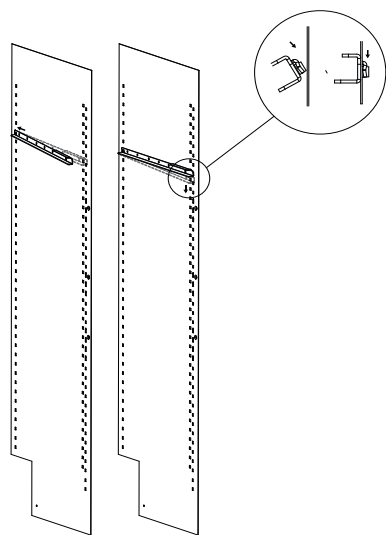
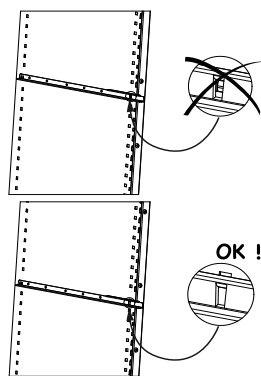

Abbildung 1
Abbildung 2
1. Schieben Sie 2 Führungsschienen in die hierfür vorgesehenen Führungsleisten. Platzieren Sie für jedes Regal eine Schiene rechts und eine Schiene links (siehe Abbildung 1). Achten Sie darauf, die Schienen an der richtigen Stelle einzuschieben (siehe Abbildung 2).